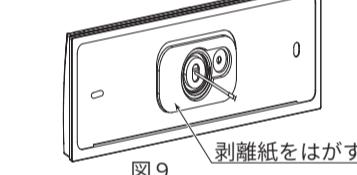

図8
- 固定金具を付属の+ナベタッピンねじ2本で壁に水平になるように固定してください。（図8）